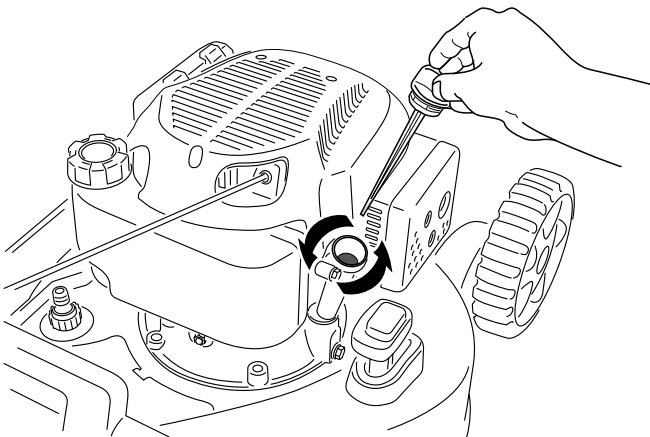

Figura 25
- 3. Retire la varilla girando el tapón en el sentido contrario a las agujas del reloj y tirando del mismo (Figura 25).
4. Ponga la máquina de lado (de modo que el filtro de aire quede hacia arriba) para drenar el aceite usado a través del tubo de llenado de aceite (Figura 25).